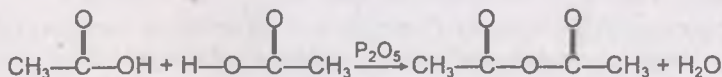

Рис. 167
- 2) при воздействии водоотнимающих реагентов в результате межмолекулярной дегидратации образуются **ангидриды** (рис. 167);